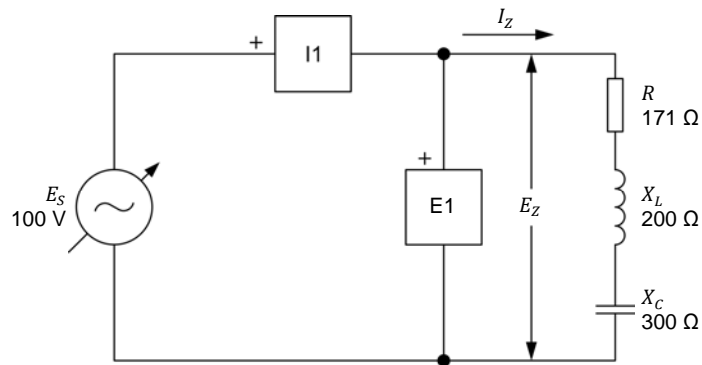

Figure 2-20. Circuit ca en série contenant une résistance, une bobine et un condensateur.
41. Montez le circuit montré dans la figure 2-20.